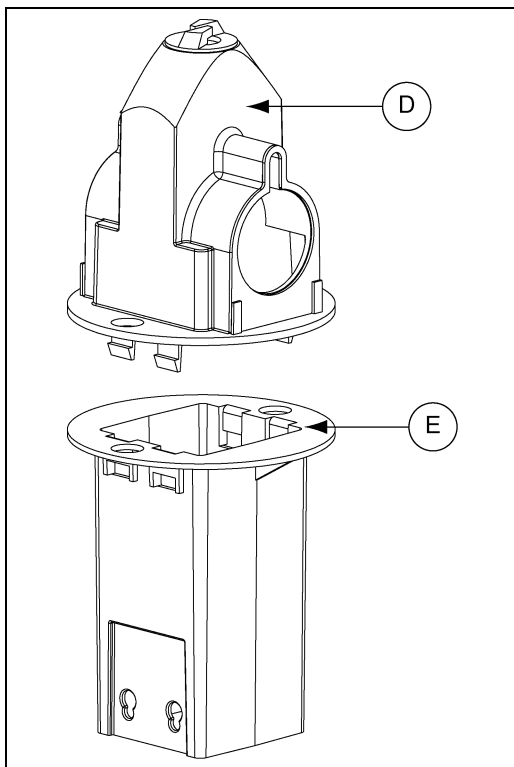

Рисунок 4S
3. Подключить падение трубка нижняя (Е) вместе с верхней трубки падение (D), совместив разъемы и вкладки, как показано Рисунок 4S.